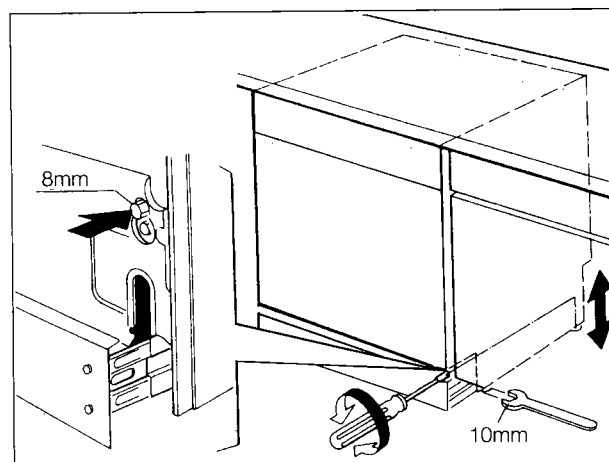

Fig. 3d
- ◆ Finjustera nu maskinen så att den står vågrätt. De bakre fötterna justeras från framsidan med hjälp av en skruvmejsel och till de främre används en nyckel. Efter justeringen skall de främre fötterna låsas med muttern om de har försetts med sådan (se fig. 3d).